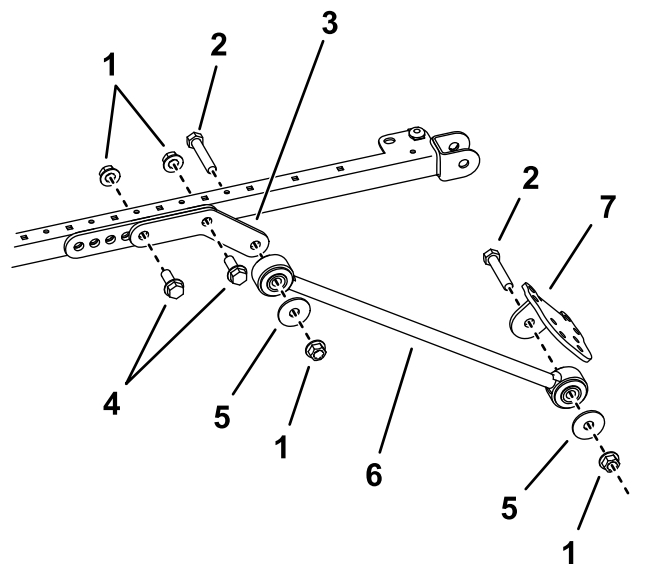

Figura 40
11. Sujete provisionalmente un soporte de tirante a cada tirante con un perno ($\frac{1}{2}$ " x $2\frac{1}{2}$ "), una arandela ($\frac{1}{2}$ ") y una tuerca con arandela prensada ($\frac{1}{2}$ "), según se muestra en Figura 40.